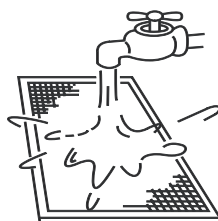

Рис. 15.3
- b) Во время чистки водой приточная сторона фильтра должна быть направлена вниз (см. рис. 15.3).